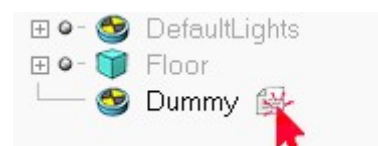

Рис. 15. Открытие окна редактора
1.3. Откройте окно редактирования созданного скрипта. Для этого выполните двойное нажатие ЛКМ на значке в окне иерархии сцены (рис. 15).